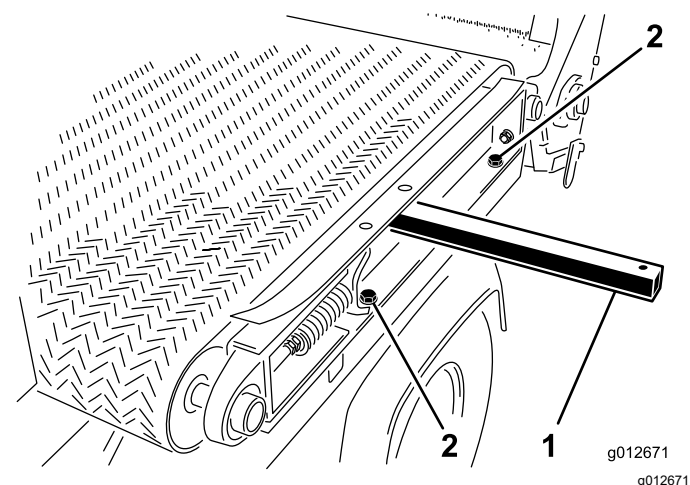

Figura 34
5. A la izquierda de la máquina, retire los 2 tornillos y las 2 arandelas que fijan el travesaño del bastidor deslizante al guardabarros izquierdo (Figura 34).
1. Introduzca una palanca a través del orificio del travesaño izquierdo del bastidor deslizante y eleve la palanca para inclinar ligeramente el travesaño del bastidor; consulte la Figura 34 de Desmontaje de la plataforma deslizante \(página 24\).